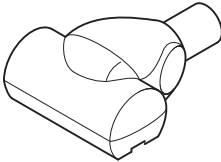

Abb. 6
- **Mini-Turbodüse (optional) (Abb. 6)**